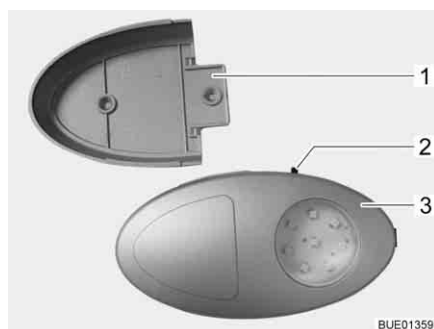

Bild 48 Klädsåpslampa
- ▷ Klädsåpslampan kan dras ut från skruvhållaren (Bild 48,1) och användas som ficklampa.
På-/av-brytaren (Bild 48,2) sitter direkt på klädsåpslampan (Bild 48,3).